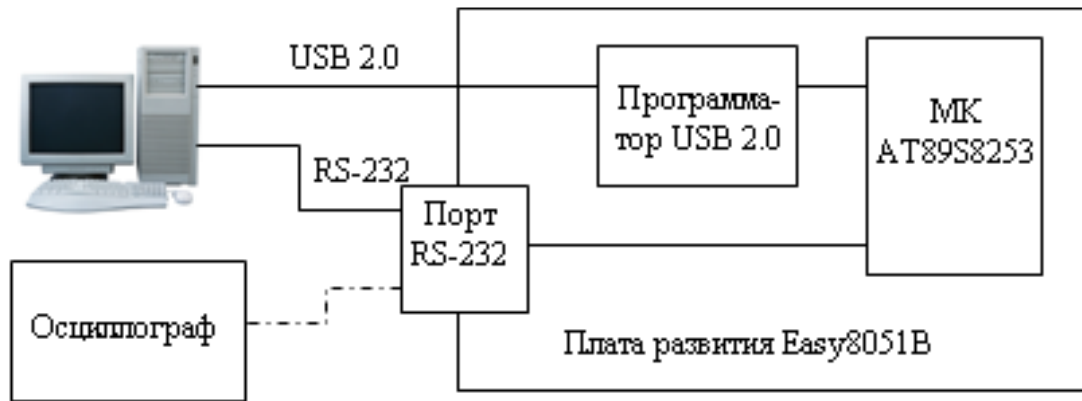
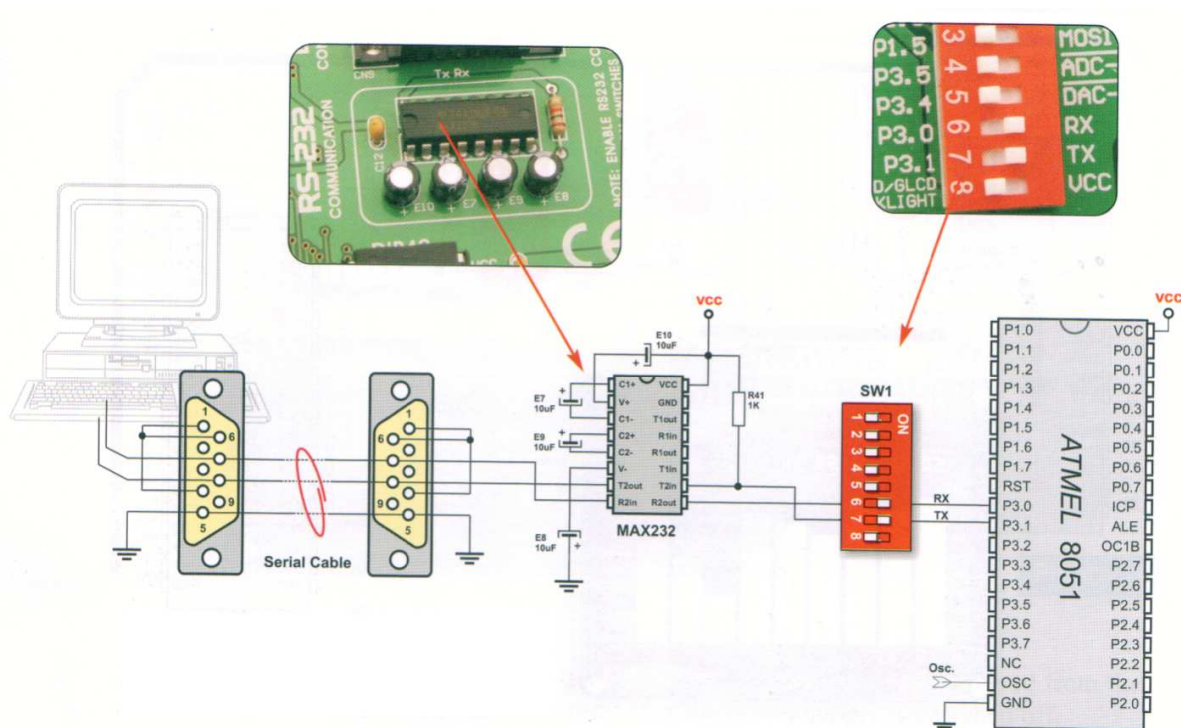

Рис. 1. Структурная схема лабораторной установки.
Рис. 2. Схема подключения порта RS-232 к МК AT89S8253
3. Ознакомьтесь со структурной схемой лабораторной установки (рис. 1). Компьютер подключаем к МК AT89S8253 через программатор USB2.0. МК подключаем к порту RS-232 с помощью группы выключателей SW1, в которой выключатели требуется установить в положение, показанное на рис. 2.